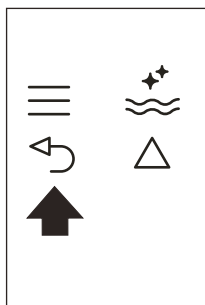

Fig. 25
- Premere due volte l'icona  (B6) (Fig. 25) per uscire dal menù.